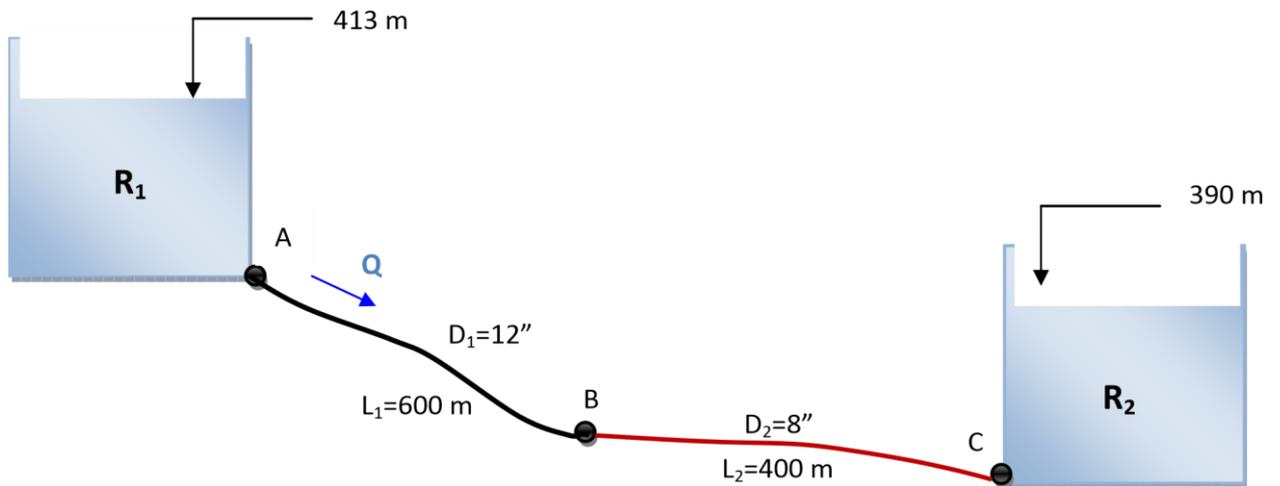

Figura 1. Adutora por gravidade entre dois reservatórios com diâmetros diferentes
1. O sistema indicado na Figura 1 apresenta dois reservatórios ( $R_1$  e  $R_2$ ) conectado por uma adutora com dois trechos de diâmetros diferentes. O primeiro trecho  $L_1=600$  m tem diâmetro igual a 12", enquanto o segundo possui comprimento  $L_2 = 400$  m e diâmetro de 8". Ambos os tubos são de ferro fundido novo. Determine a vazão ( $Q$ ) e a cota piezométrica no ponto B. Traçar também a linha piezométrica do reservatório  $R_1$  até o reservatório  $R_2$ .